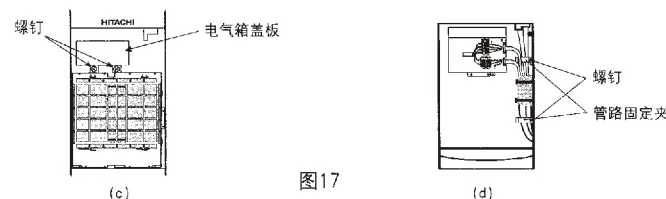

图17
- (1) 按图17所示依次拆下吸风面框、空气滤尘网、电气箱盖板及管路固定夹。